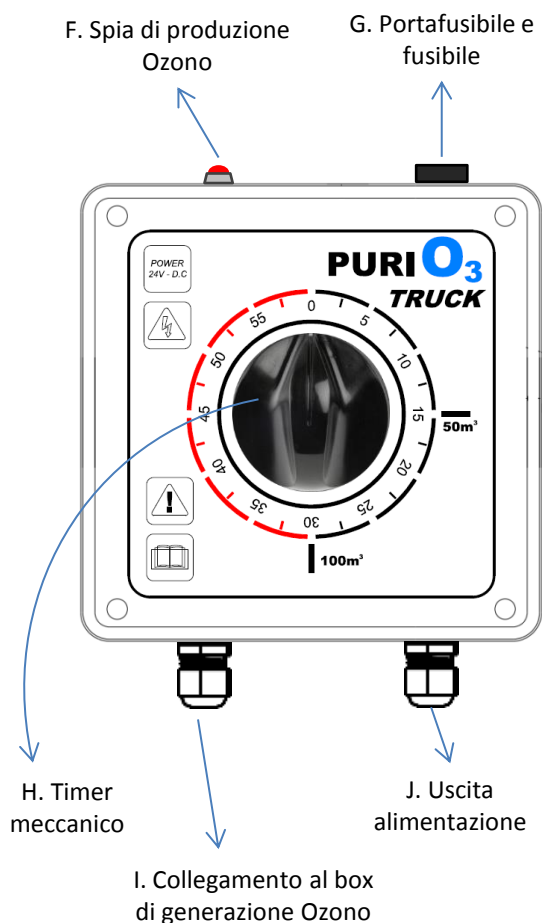

Fig.3
2. Collegare il cavo di alimentazione del sistema PURIO3 TRUCK (Rif.J Fig.3) all'alimentazione assicurandosi che la tensione sia 24V CC. Tenere il sistema e i cavi lontano da liquidi e fonti di calore nonché applicare le buone norme e procedure per i sistemi elettrici ed elettronici.
1. Dal momento che PURIO3 TRUCK è alimentato, è possibile avviare la produzione di Ozono ruotando il timer manuale presente sul pannello di controllo remoto (Rif.H Fig.3).
3. Nei periodi di produzione Ozono, le spie rosse (Rif.C Fig.2 e Rif.F Fig.3) restano accese.
2. Qualora ci fosse bisogno di terminare prima il trattamento è sufficiente ruotare in senso antiorario il timer meccanico (Rif.H Fig.3) del pannello di controllo remoto per riportarlo sulla posizione «0».
- In caso di sbalzi di tensione PURIO3 TRUCK è dotato di fusibile. Qualora il fusibile risultasse bruciato, collocarne uno nuovo all'interno del portafusibile posto sul pannello di controllo remoto (Rif.G Fig.3).
- Le spie rosse verde (Rif.C Fig.2 e Rif.F Fig.3) segnalano che la produzione di Ozono è attiva. Non è ammessa la presenza di persone durante il trattamento.